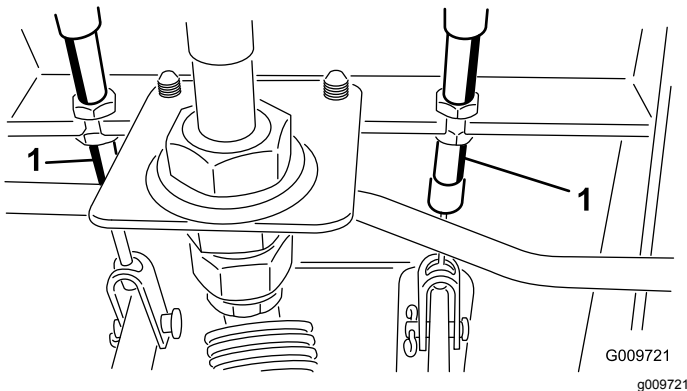

Bild 66
- A. Lockern Sie die vordere Mutter an der Gewindeseite des Bremszuges (Bild 66).